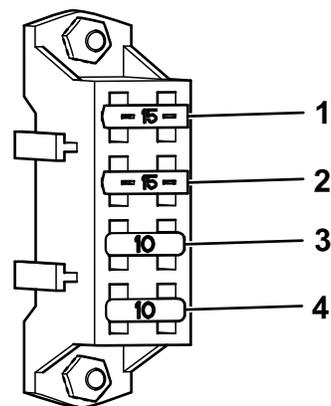

Figura 57
4. Sostituite eventuali fusibili saltati (Figura 57).